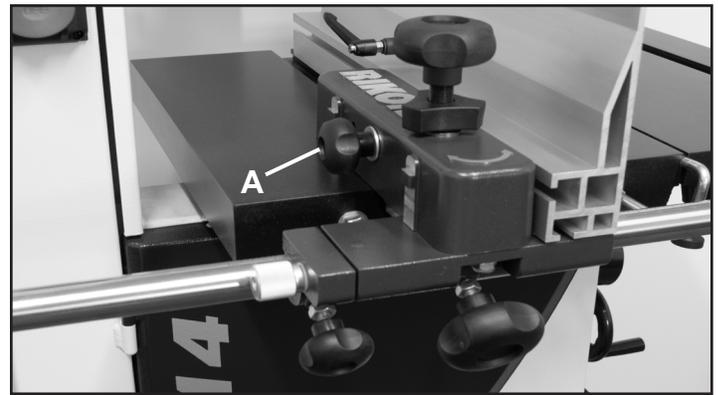

FIGURE 6
2. Glissez l'ensemble de transport de la clôture sur le rail de guidage de la clôture. Fig. 6.
3. Faites glisser la clôture de guide (#12F) sur le porte-clôture et verrouillez-la en place en serrant le bouton de verrouillage de la clôture (#1F) qui se trouve sur le porte-clôture, du côté opposé à la clôture. Fig. 6, A.